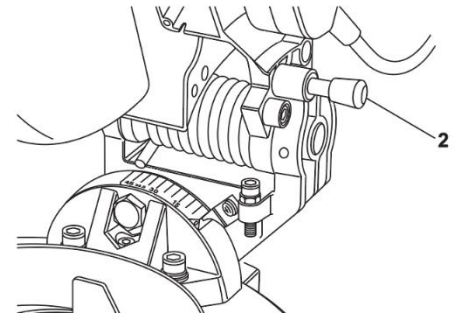

Fig. 22
2. Tirez sur le loquet d'arrêt de la poignée 2 (Figure 22).